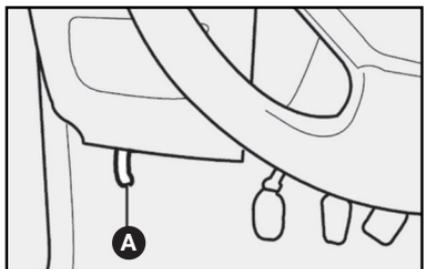

fig. 108
- 1) Tire de la palanca A-**fig. 108**.